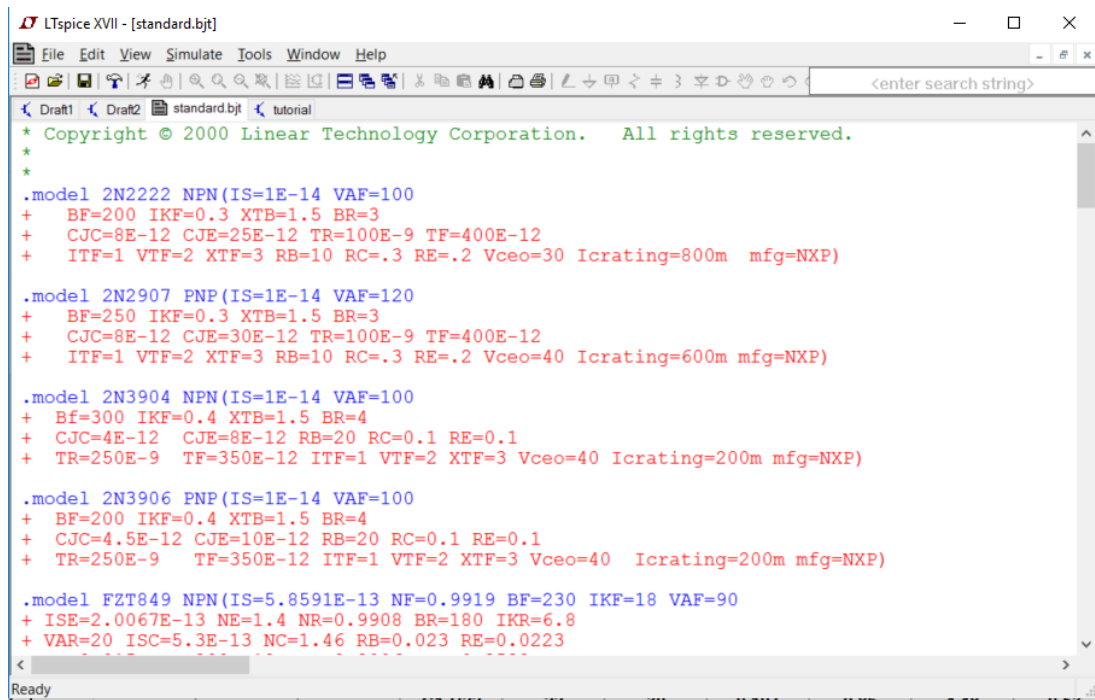

Figura A.15: LT Spice - Modificarea parametrilor de model pentru 2N2222.
În cazul în care se dorește modificarea unui parametru din modelele deja existente, se poate edita modelul SPICE. De exemplu, modelul SPICE pentru tranzistorul bipolar 2N2222 se află în fișierul C:\ProgramFiles\LTC\LTspiceXVII (IV)\lib\cmp\standard.bjt (vezi Figura A.15).